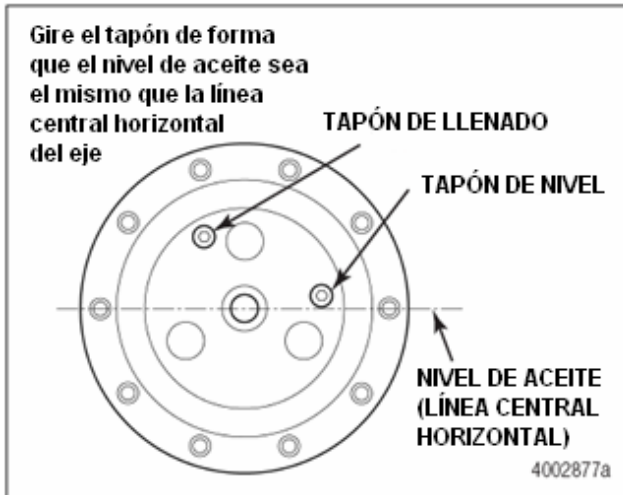

Figura 2.31
- Extremos de rueda de diseño original. Gire los extremos de rueda de manera que el tapón de llenado dé un nivel igual que la línea central horizontal del eje. Figura 2.31.